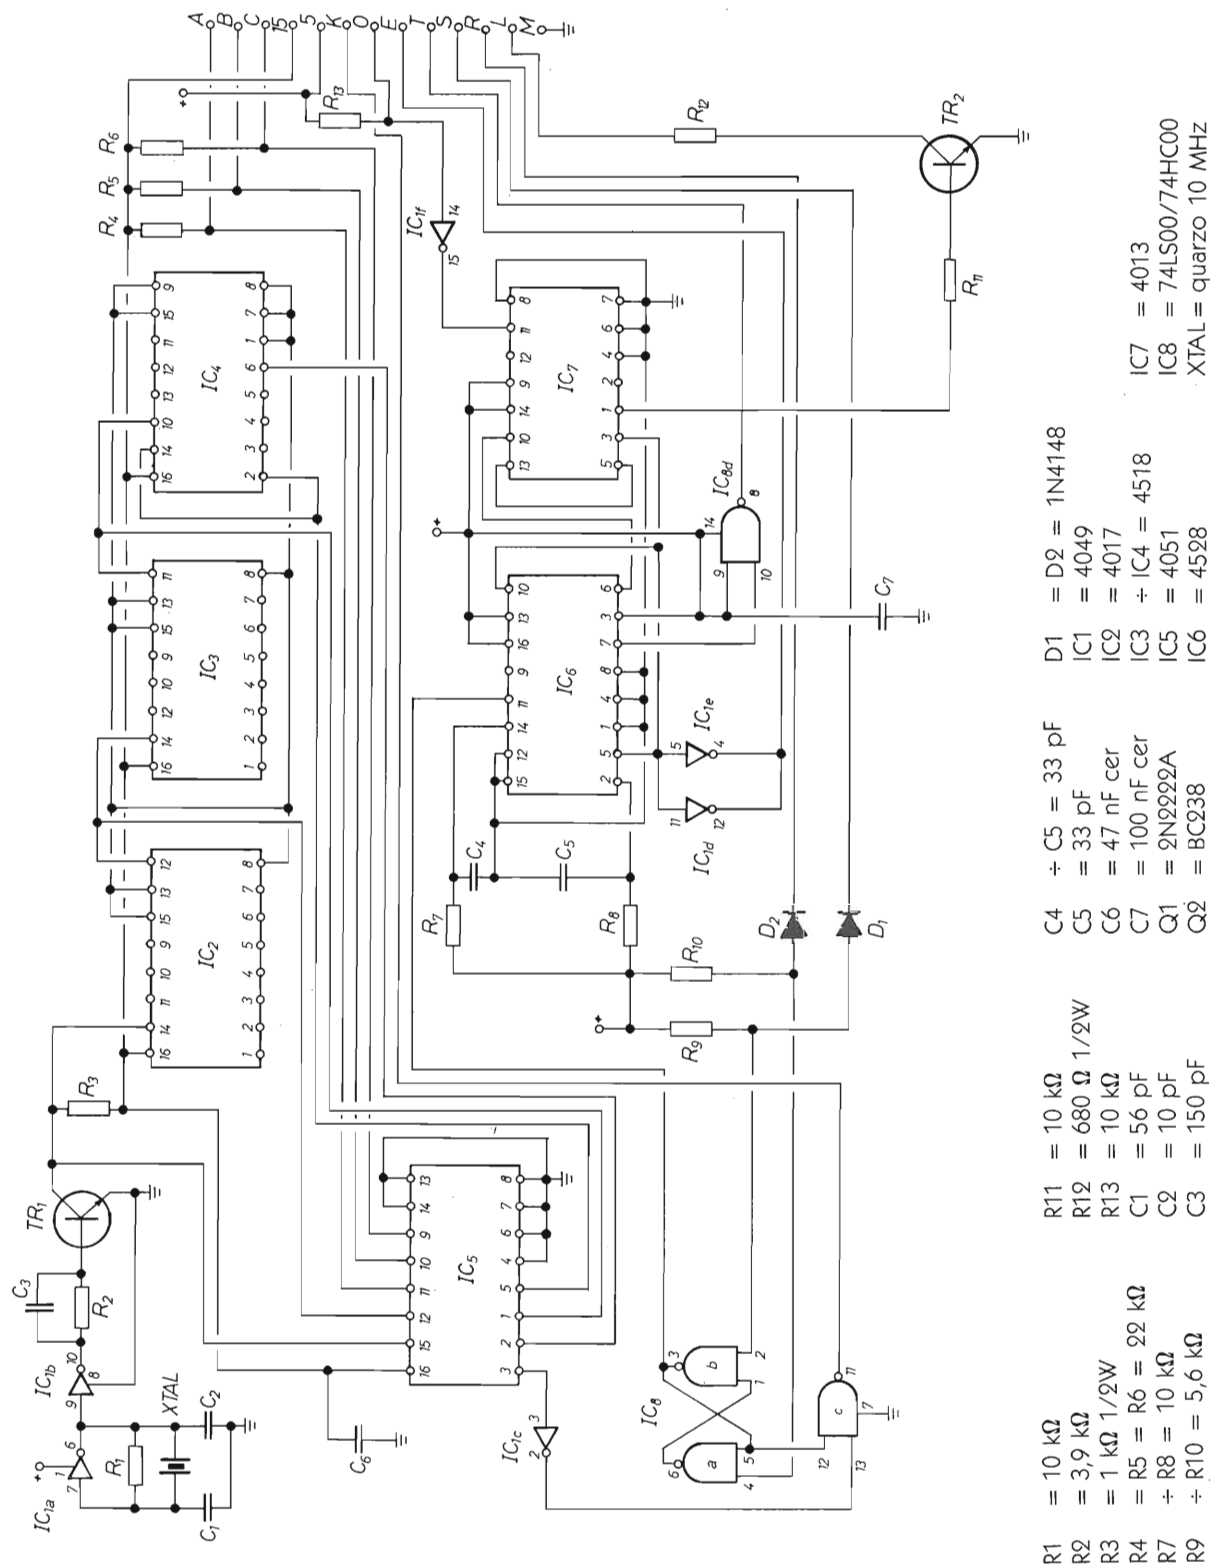

figura 3 - Schedina di controllo.
- segnale di reset (pin «T» della scheda contr.) attivo alto; per utilizzare un contatore con reset attivo basso si deve collegare il piedino 10 di IC8d (figura 3) con il 6 di IC6 invece che con il 7;
- segnale latch enable (pin «E» della scheda contr.) attivo basso; se occorresse il complementare si dovrebbe collegare i piedini 5 e 11 di IC1 (figura 3) con il 9 di IC6 invece che con il 10;
- segnale di over range in uscita azionato dal fronte di discesa del segnale di ingresso, tipico dei contatori che commutano appunto sul fronte di discesa; se si impiega un cont. che commuta sul fronte di salita occorre collegare il pin «O» della scheda contr. (figura 3) direttamente al piedino 11 di IC7, con R11 collocata tra il 5 V ed il piedino stesso; IC7f resterà inutilizzato, per cui si connette l'ingresso a massa e l'uscita resta scollegata.
Vi si trova un flip-flop di controllo (IC8a e IC8b) che quando riceve un impulso attivo basso tramite il pin «S» (figura 3) apre il gate IC8c inviando al contatore la frequenza campione mentre si resetta quando riceve un impulso dal pin «R», chiudendo la porta IC8c. Siccome il circuito lettore invia i due impulsi distanziati proporzionalmente alla capacità da misurare, si spiega come funziona il capacimetro.